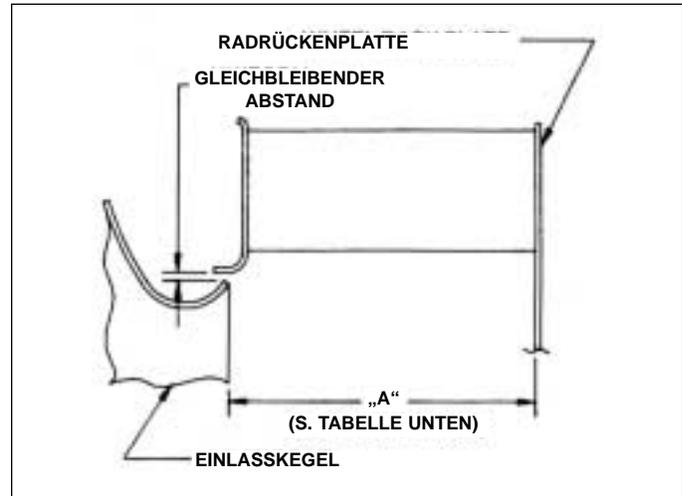

Abbildung 3
- Wenn Sie ein neues Rad oder einen Kegel installieren, muß der richtige Abstand zwischen Rad und Einlaßkegel eingehalten werden (die korrekten Abstände für vollbreite Räder sind Abb. 3 zu entnehmen).